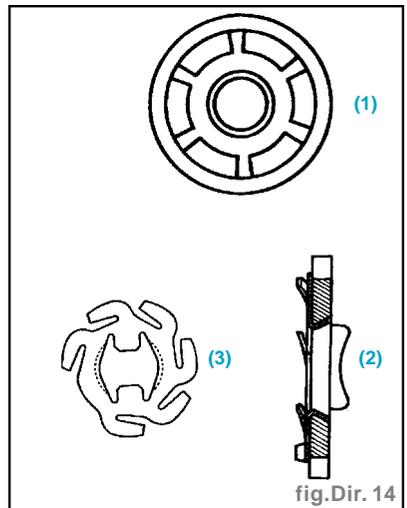

fig. Dir. 14
- Remonter sur la crémaillère (4) :
- la rondelle butée (2) (fig. Dir. 14),
- l'arrêt (3),
- la rotule axiale (1) dont le filetage aura préalablement été enduit de **LOCTITE FRENBLOCK**.